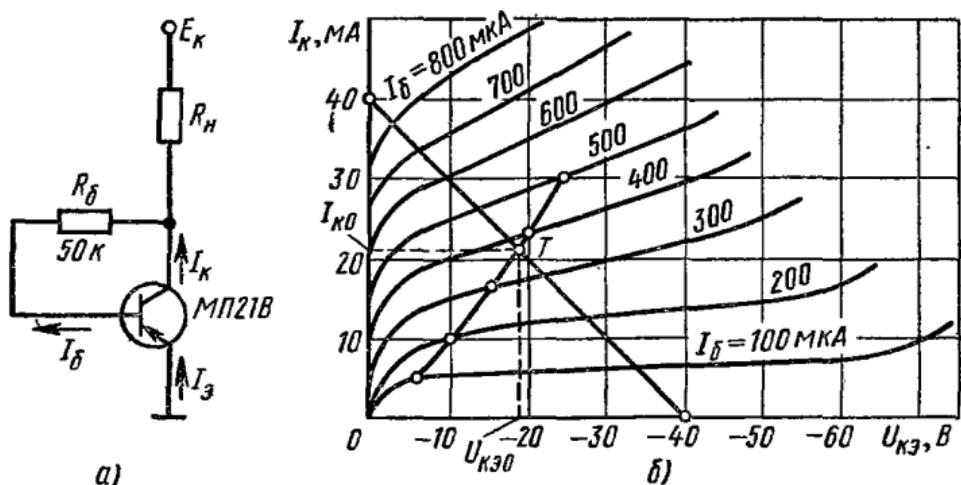

Рис. 2.33
**2.56.** Транзистор типа МП21В работает в схеме, изображенной на рис. 2.33, а. Пользуясь выходными характеристиками транзистора (рис. 2.33, б), графически определить рабочую точку при  $E_k = -40$  В и  $R_h = 1 \text{ кОм}$ .